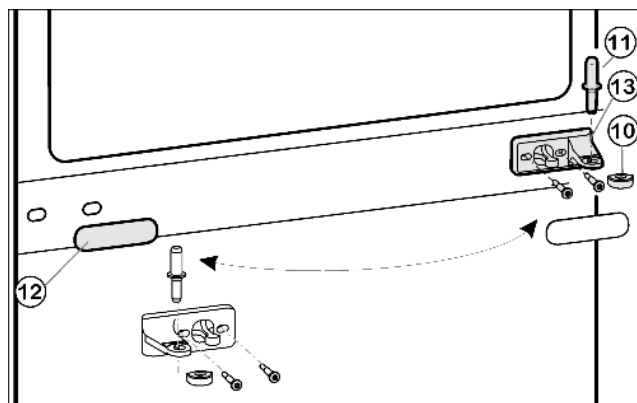
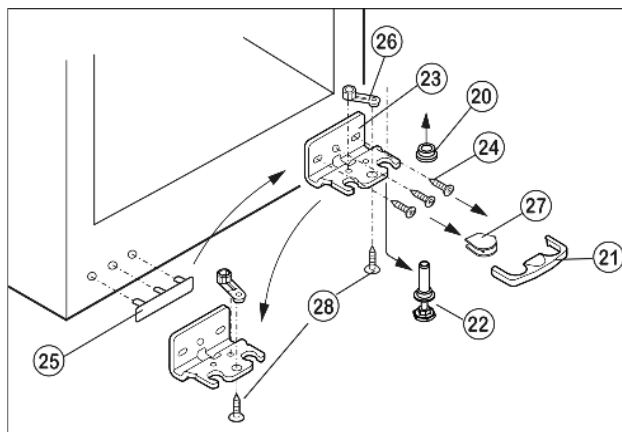

Fig. 5
Fig. 6
- ▶ Вытащите из опорного кронштейна и нижней дверцы средний опорный палец Fig. 5 (11).
- ▶ Пластмассовый колпачок Fig. 5 (10) снимите.
- ▶ Снимите средний опорный кронштейн Fig. 5 (13).
- ▶ Осторожно снимите накладку Fig. 5 (12).
- ▶ Открутите средний опорный кронштейн Fig. 5 (13) и прикрутите его с поворотом на 180° на новую сторону шарнира.
- ▶ Защелкните накладку Fig. 5 (12), повернув на 180°, на стороне, где теперь будет ручка.
- ▶ Предохранитель Fig. 6 (21) снимите движением вперед.
- ▶ Снимите крышку Fig. 6 (27).*
- ▶ Полностью вверните регулируемую опору Fig. 6 (22).
- ▶ Вытяните опорный палец Fig. 6 (22) вниз и вперед. При этом следите за гнездом шарнира Fig. 6 (20).
- ▶ Открутите опорный кронштейн Fig. 6 (23)(3 шт. Torx 25) Fig. 6 (24).
- ▶ Открутите опорную деталь Fig. 6 (26)(1 Torx 25) Fig. 6 (28) и, переставив в отверстие на противоположной стороне опорного кронштейна, снова прикрутите.
- ▶ Осторожно приподнимите и переставьте крышку Fig. 6 (25) со стороны ручки.
- ▶ Снова прикрутите опорный кронштейн Fig. 6 (23) на новой стороне шарнира, при необходимости с помощью аккумуляторного шуруповерта.
- ▶ Установите крышку Fig. 6 (27) на противоположной стороне.*
- ▶ Предохранитель (21) нужно зафиксировать сбоку на кронштейне, чтобы опорный палец и двери были защищены от выпадения.
- ▶ Снова защелкните предохранитель (21) на опорном кронштейне.
- ▶ Наденьте гнездо шарнира Fig. 6 (20).
- ▶ Установите нижнюю дверцу сверху на нижний опорный палец *Fig. 6 (22)*.
- ▶ Снова наденьте пластмассовый колпачок *Fig. 5 (10)* на средний опорный кронштейн *Fig. 5 (13)*.
- ▶ Вставьте средний опорный палец *Fig. 5 (11)* на новой стороне шарнира через средний опорный кронштейн *Fig. 5 (13)* в нижнюю дверцу.
- ▶ Установите верхнюю дверцу на средний опорный палец *Fig. 5 (11)*.
- ▶ При необходимости выравнивайте дверцы через два продольных паза в нижнем опорном кронштейне *Fig. 6 (23)* и среднем опорном кронштейне *Fig. 5 (13)* параллельно корпусу устройства. Для этого выкрутите средний винт на нижнем опорном кронштейне *Fig. 6 (23)*.